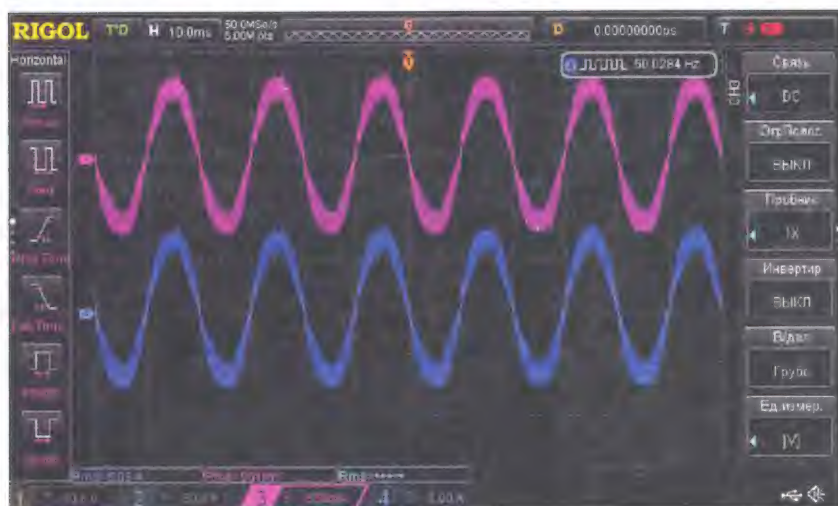
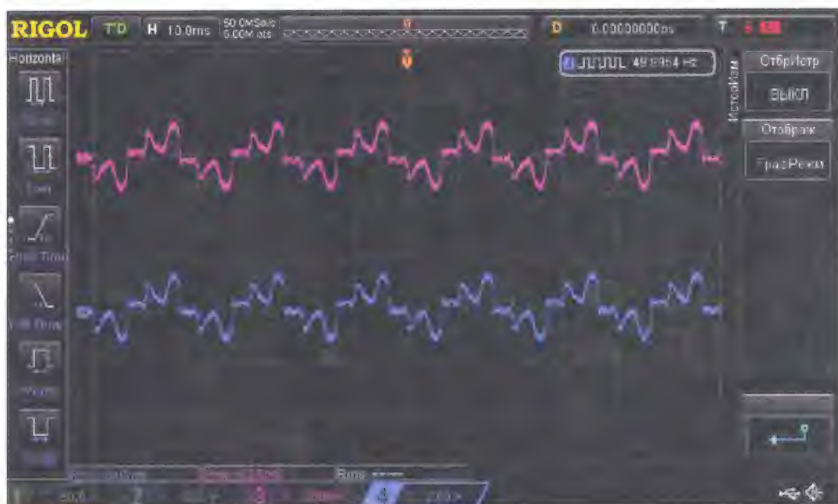

Рис. 13
Рис. 14
**Пример 3.** Проверка работы корректора коэффициента мощности (ККМ) на примере работы источника бесперебойного питания (рис. 13). Луч синего цвета (4) — ток, луч розового цвета (3) — напряжение на выходе трансформатора тока. Как видно на осциллограмме, форма тока имеет синусоидальную форму. ККМ работает нормально. А вот так работает ККМ при малой нагрузке источника бесперебойного питания (рис. 14).